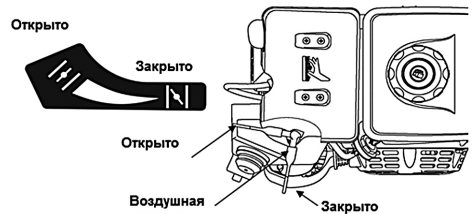

Рис. 7 Положение воздушной заслонки
2. При запуске холодного двигателя закройте воздушную заслонку, как показано на Рис. 7. При запуске теплого двигателя заслонку закрывать не надо.